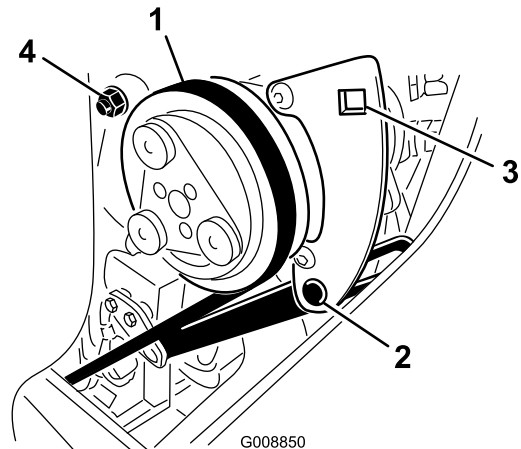

図 80
1. コンプレッサのピボットボルトと調整ボルトをゆるめる 図 80。
2. コンプレッサのブラケットの四角い穴にトルクレンチを差し込む 図 80。